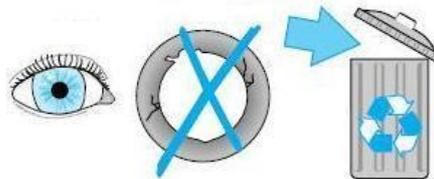

Figura 9
5. Controllare l'anello di tenuta n. 6960 (v. Figura 9) e in caso di dubbio sostituirlo.